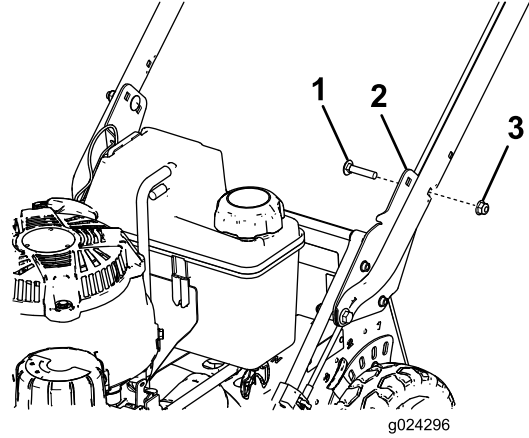

**Figura 5**
5. Sitúese en la posición normal de trabajo para determinar la altura del manillar que le sea más cómoda (Figura 5).